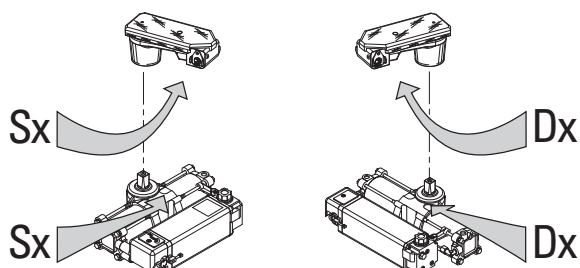

FIG. 16
- Le Combi 740 à **110° DROITE** est couplé avec le Déverrouillage manuel d'urgence **DROITE**, le GAUCHE avec le GAUCHE (Fig.16).